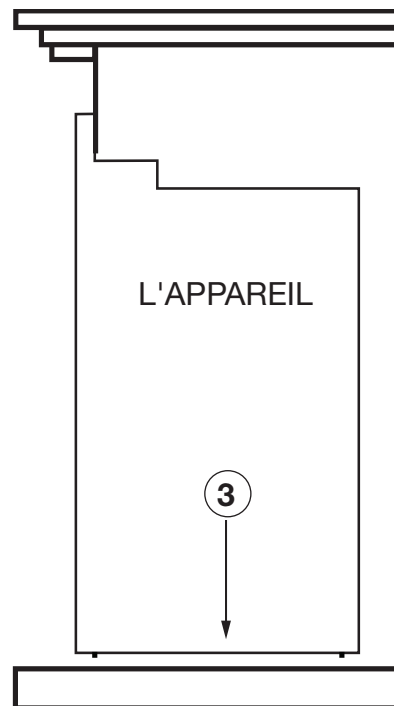

Fig. 2
- C. Placez l'appareil vers le bas sur la plancher en place et retirez le chiffon (**Fig. 2**).